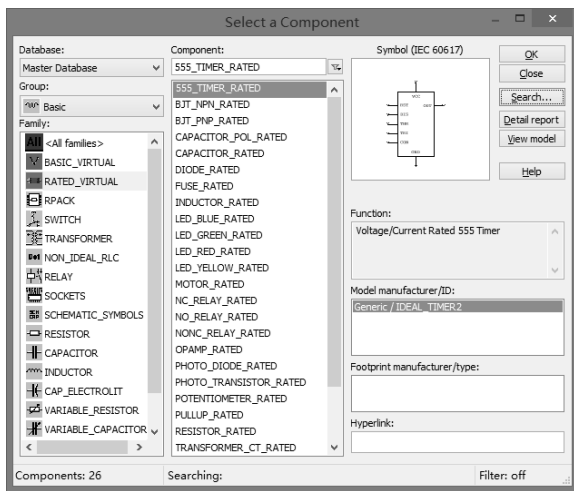

图 4.1.43 “Select a Component” 对话框
(5) 选择器件，单击 “OK” 按钮，会弹出如图 4.1.43 所示的对话框，显示该器件的相关信息，再次单击 “OK” 按钮，将找到的器件放置在电路中。